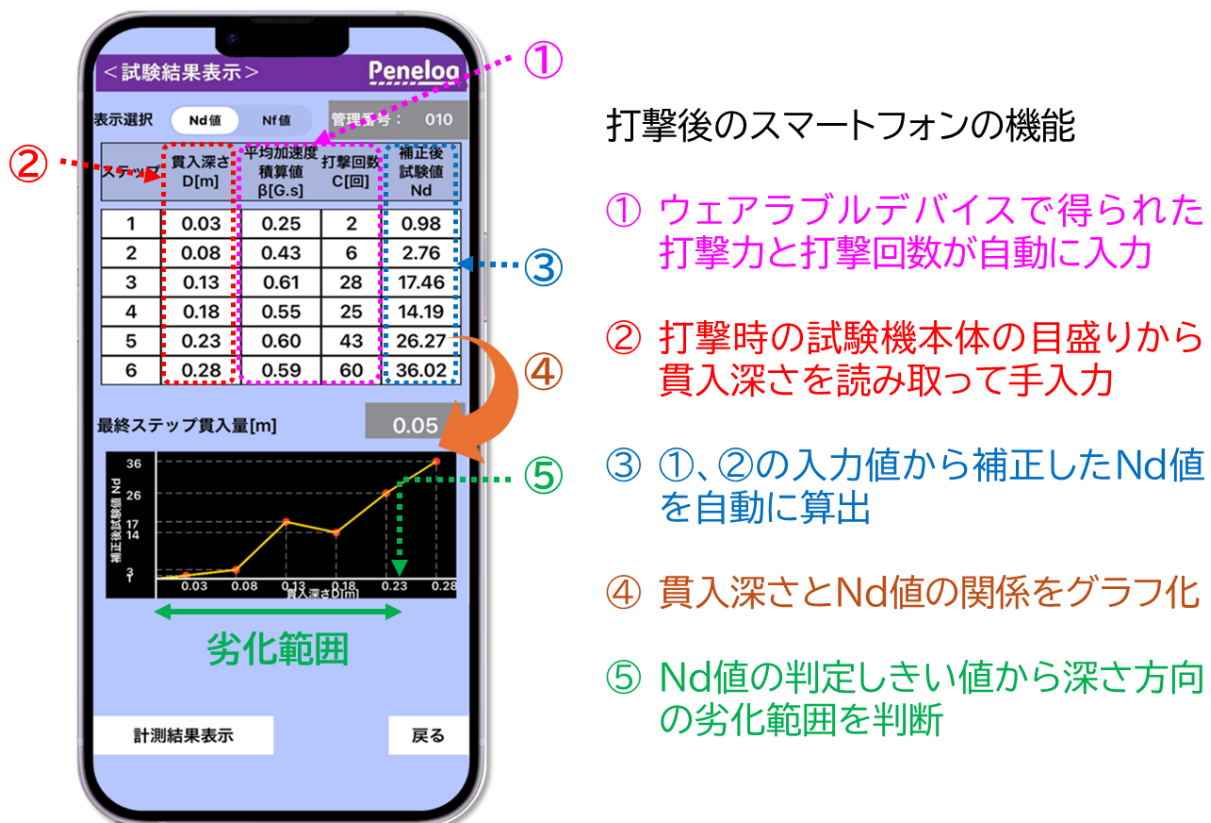

図3 スマートフォンの表示画面と機能
- 試験の結果は、スマートフォン上で即時に表示・記録されます(図3)。